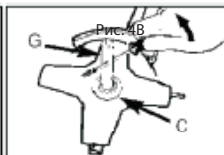

Рис. 4D
7. Затяните гайку (С) надежно, против часовой стрелки ключом (G). Снимите шпильку (рис. 4D).